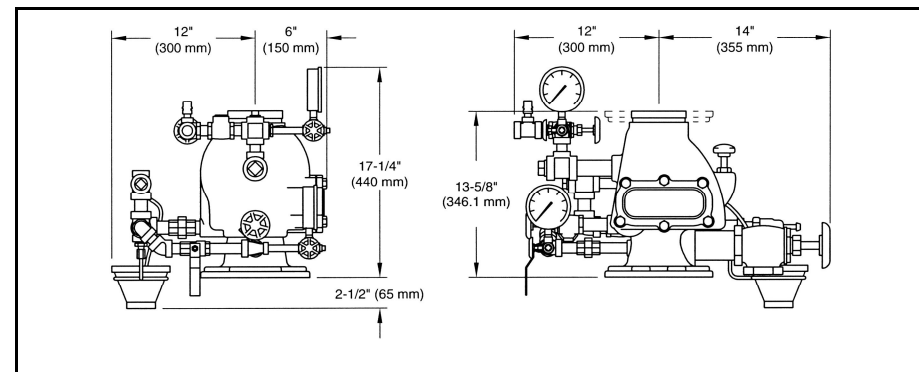

Рис.1 Номинальные установочные размеры клапана DPV-1 (Ду100 мм) с обвязкой
1.11. Габаритные размеры изделия (см. рисунок 1, 2)